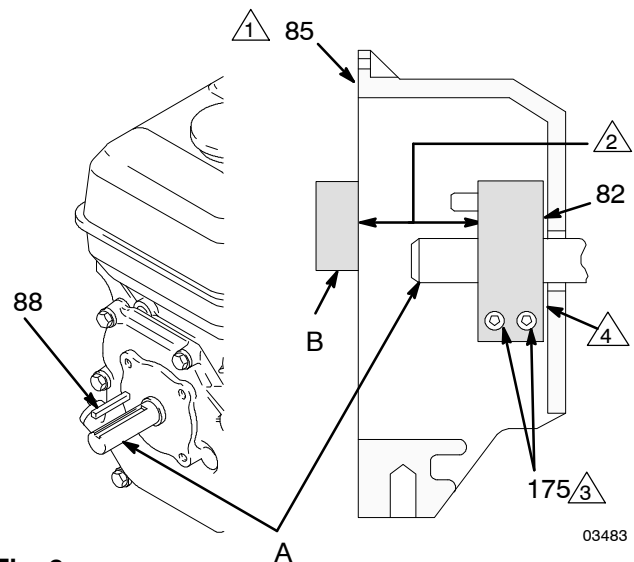

Fig. 9
4. Fig. 9. Allentare le due viti (175) sul morsetto (82).
5. Spingere il cacciavite nell'alloggiamento del morsetto (82) e rimuovere il morsetto.
1. Fig. 9. Installare la chiave dell'albero del motore (88).
2. Spingere il morsetto (82) sull'albero del motore (A) con un martello di plastica. Mantenere le dimensioni mostrate nella nota 2. La smussatura deve essere rivolta verso il motore.